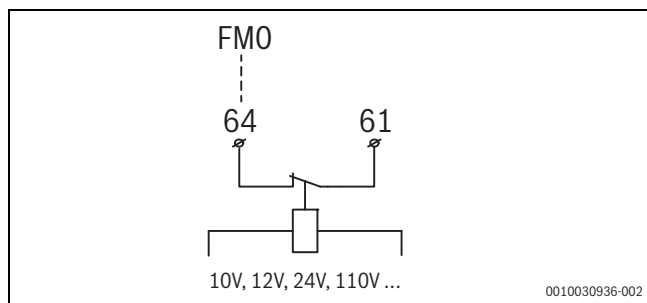

Fig. 31 Collegamento per generatore di calore supplementare esterno senza uscita di allarme 230 V
- ▶ collegare il segnale di allarme come indicato in fig. 31 al morsetto per collegamento **FMO** del modulo di installazione.